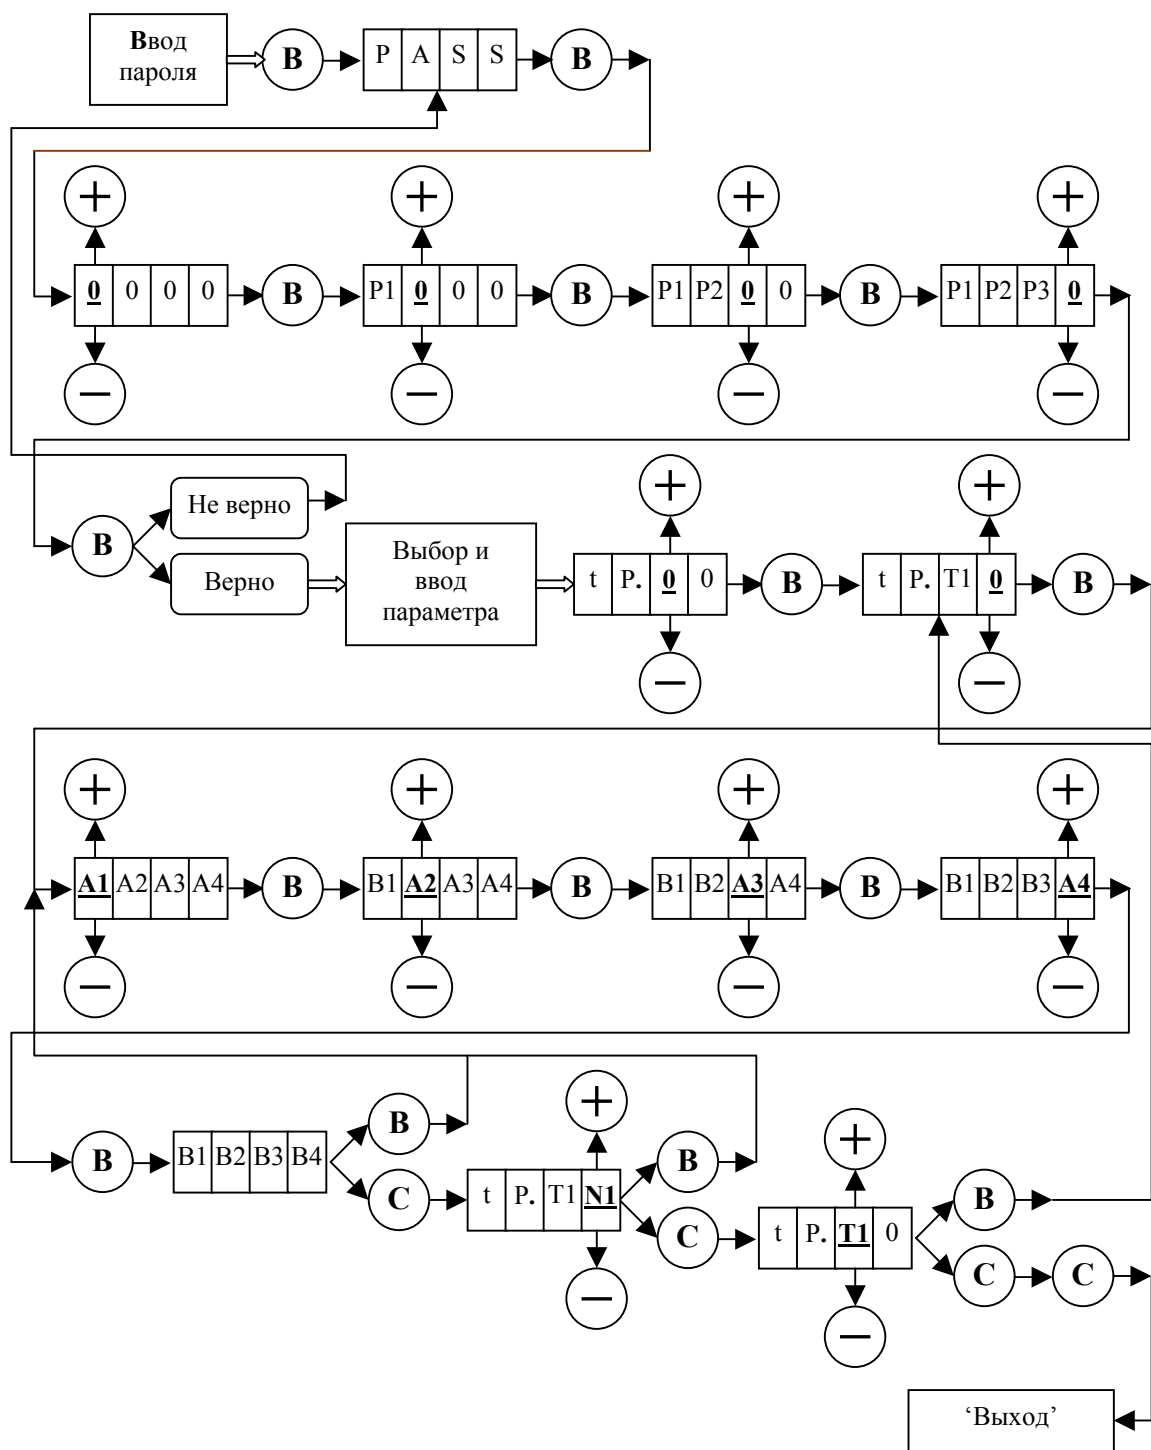

Рис. 3. Ввод параметров БУАД и УСНА с помощью клавиатуры.
3.5.5.9. **Un_P** – пункт меню 1 уровня – редактирование параметров *Устройства*. Этот пункт меню подробно рассмотрен при описании режима ‘*Редактирование параметров УСНА*’. Диаграмма ввода параметров *Устройства* аналогична диаграмме ввода параметров БУАД и изображена на **рис. 3**.
- **Е0L** – переезд зоны полного открытия (**С0, рис.3**) или полного закрытия (**С9, рис.3**). *Синхронизация* в этом случае выключается. Ошибка сбрасывается при смене кода направления движения. При повторном неоднократном возникновении данной ошибки нужно провести **измерение проема**, если затем эта ошибка все равно будет возникать, необходимо проверить механику привода.
3.5.7.3. На **рис. 3** изображена диаграмма ввода параметров с помощью клавиатуры, где кружки с соответствующими надписями обозначают кнопки клавиатуры, причем буква **В** обозначает **ВВОД**, а буква **С** – **СБРОС**.